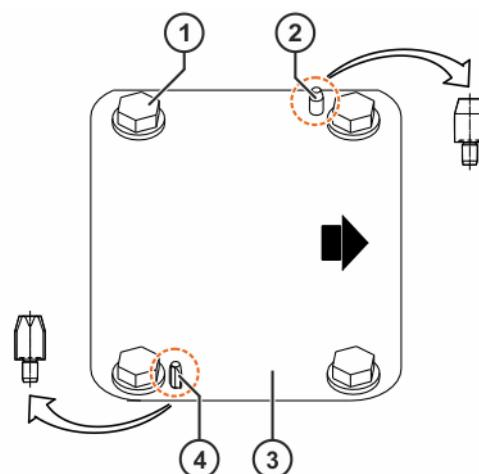

Abb. 8-20: Maschinengestellbefestigung einbauen
1. Auflagefläche des Roboters reinigen (>>> Abb. 8-20).